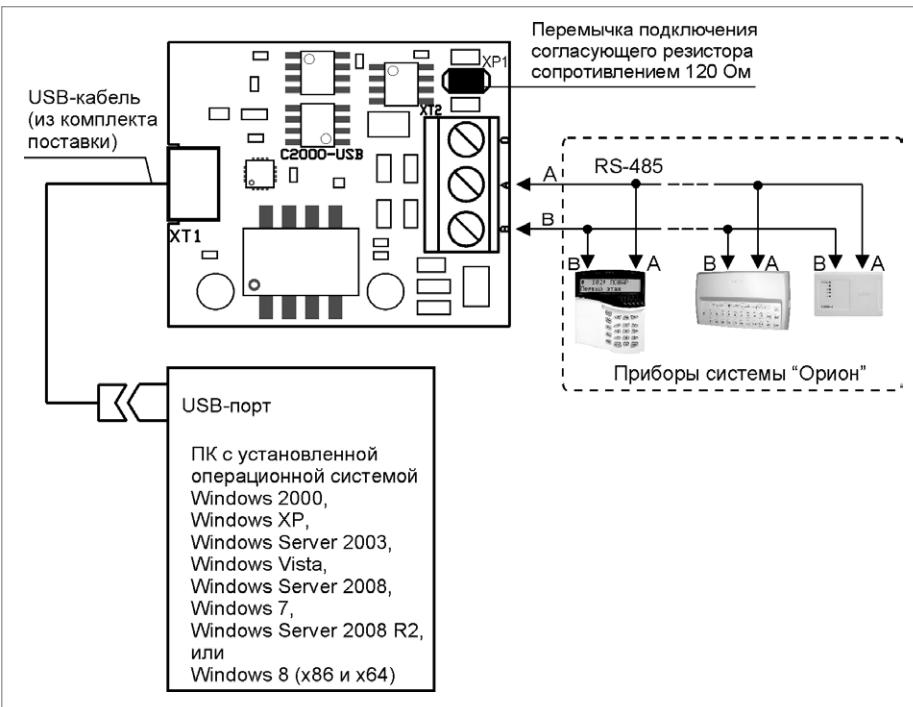

Рисунок 6.
1.3. Подключите преобразователь в соответствии с проектной документацией и схемой на рис. 6.